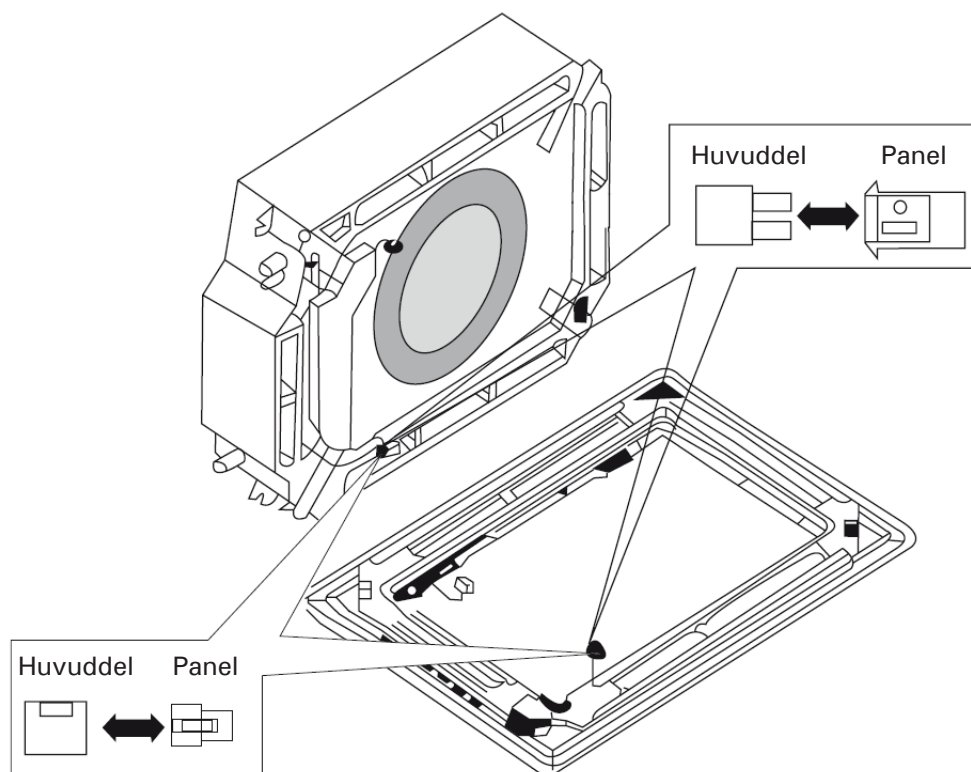

Fig.31
- 2) Anslut kablarna för svingmotorn till kopplingsplinten. (se Fig.31).